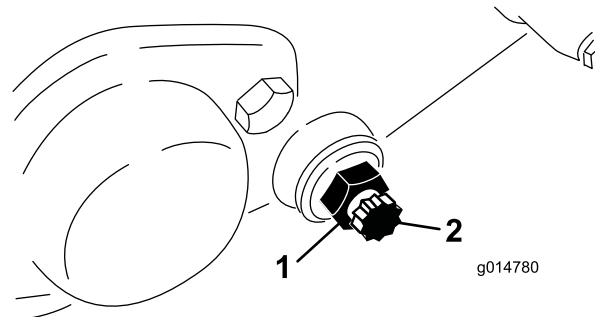

图56
3. 在机器的另一侧松开固定底刀架螺栓图56 的锁紧螺母。
4. 拆下两个底刀架螺栓向下拉动底刀架并从机器上拆下来。保存底刀架图56 各端的2个尼龙和2个冲压钢垫圈。